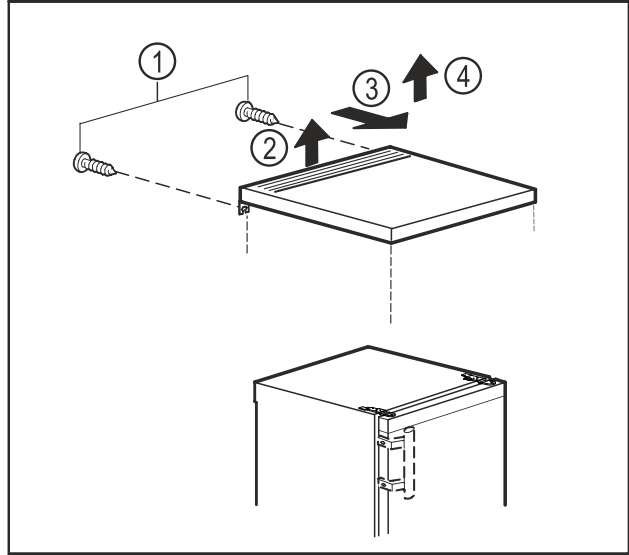

Fig. 10
- ▶ Poista takapuolella olevat ruuvit. Fig. 10 (1)
- ▶ Nosta pöytälevy takaa. Fig. 10 (2)
- ▶ Työnnä pöytälevyä eteenpäin. Fig. 10 (3)
- ▶ Ota pöytälevy ylöspäin pois. Fig. 10 (4)